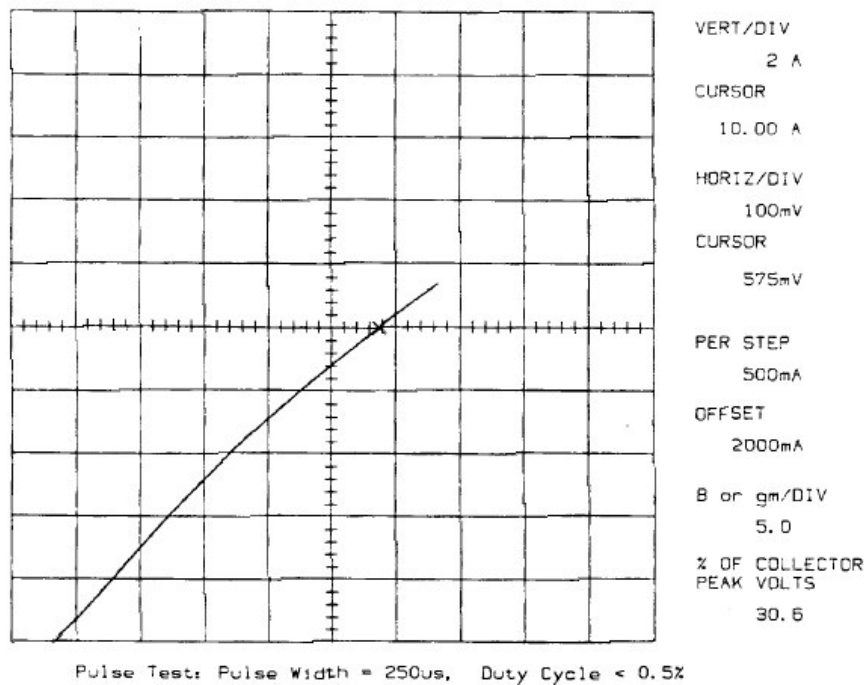

图 3-12 双极晶体管的 V_{CE} (饱和) 曲线
8. 按压 SWEEP 测量键，显示曲线类似于图 3-12 所示的曲线。
12. 打开保护盖，如图 3-12 所示，当虚线指示时，使用另一个辅助软线将适配器面板的 COMMON 和 BASE/GATE 终端连接。（COMMON 连接器现在附带两条辅助软线。一条连到 EMITTER/SOURCE/CATHODE 连接器；另一条连到适配器面板的 BASE/GATE。）